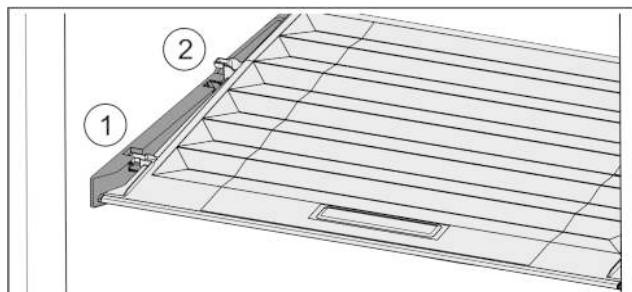

Fig. 29
- ▶ Потянуть крышку до отверстия в поддерживающих деталях вперед Fig. 29 (1).
- ▶ Поднять сзади снизу и извлечь Fig. 29 (2) движением верх.